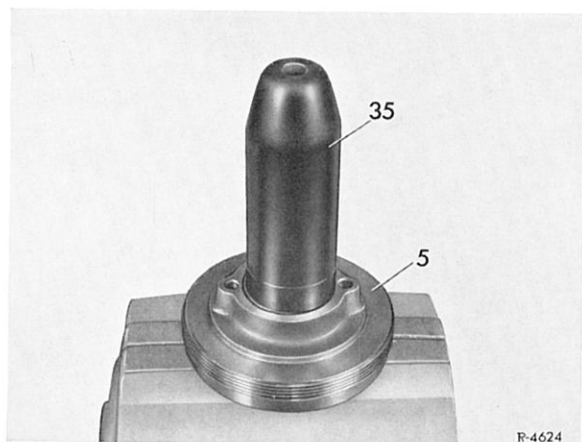

Bild 46–18/5
22 In den Einstellring (5) mit der Montagevorrichtung einen neuen Dichtring einpressen (Bild 46–18/5).